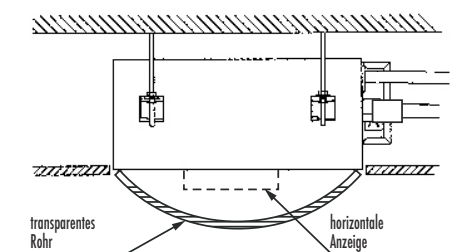

Abbildung 37
- Nehmen Sie die Wasserwaage, um die Waagerechte des Gerätekörpers von den vier Seiten oder auch diagonal zu prüfen. Die Wasserwaage kann auch die Waagerechte von den vier Seiten der Gerätekörpers aus prüfen. (Siehe Abb. 37)